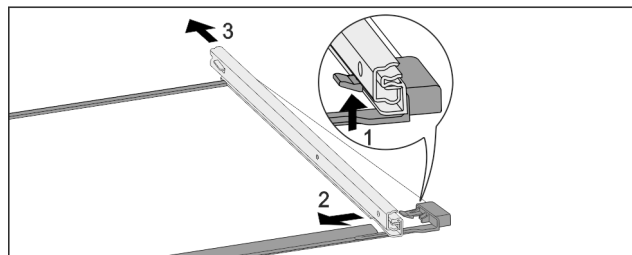

Fig. 172 Glasplade med skinner
- ▶ Tryk den forreste låsekrog op. Fig. 172 (1)
- ▶ Skub udtræksskinnen til siden Fig. 172 (2) og og bagud Fig. 172 (3).